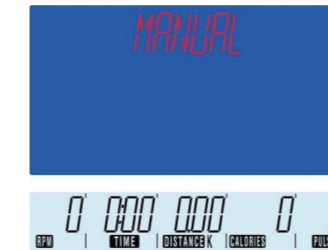

Bild 4
- Manueller Modus: Wählen Sie den Manuellen Modus entweder über das Menü aus oder direkt über die Taste MANUELLER MODUS (Bild 4). Hier können Sie Zeit, Distanz, Kalorien oder Puls-Wert entsprechend einstellen (Bild 5-8). Nachdem alle Zieleingaben gemacht wurden, drücken Sie Start um mit dem Training zu beginnen. Das Trainingsprogramm wird beendet durch drücken der Stop Taste oder wenn das Trainingsziel erreicht wurde. Drücken Sie Reset um den Modus zu verlassen.